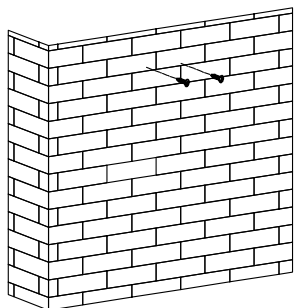

Рис. 2
2. Вставьте дюбели в отверстия, вкрутите 2шт ST4*30мм шурупы в дюбели, чтобы закрепить корпус вытяжки. См. Рис. 2